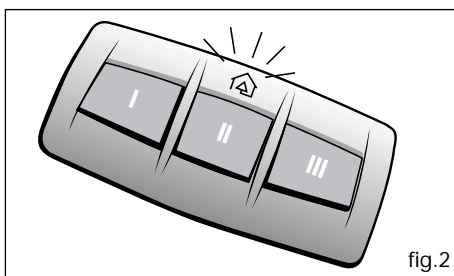

fig.2
- 1) Druk op de desbetreffende HomeLink-toets I, II, of III die u wilt programmeren en houd deze gedurende ongeveer 20 seconden ingedrukt tot de diode langzaam begint te knipperen (fig.2). Pas loslaten als stap 4 voltooid is!
- 1) Tryk på den relevante HomeLink-knap I, II eller III, som du ønsker at programmere, og hold den nede i ca. 20 sekunder, indtil HomeLink-dioden langsomt begynder at blinke (fig. 2). Slip ikke knappen, før trin 4 er gennemført!